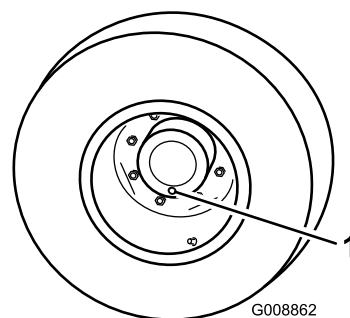

Figura 58
1. Con la macchina parcheggiata su una superficie piana, posizionate la ruota in modo che un tappo di controllo si trovi nella posizione inferiore (ore 6) (Figura 58).